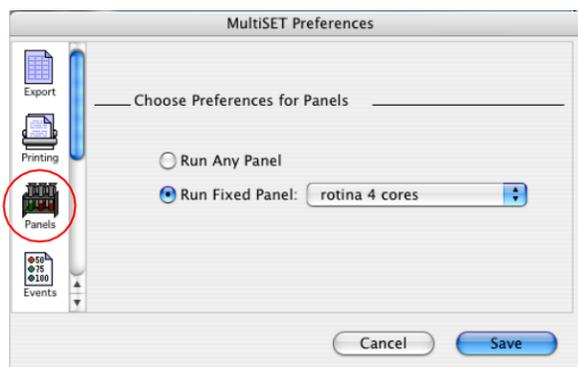

Figura 8: Tela Panels em BD Multiset™ Preferences
5.2. Para fixar o painel, selecionar **BD Multiset™ > Preferences > Panels**. Clicar em **Run Fixed Panel** e selecionar algum painel pré-existente (**Figura 8**).